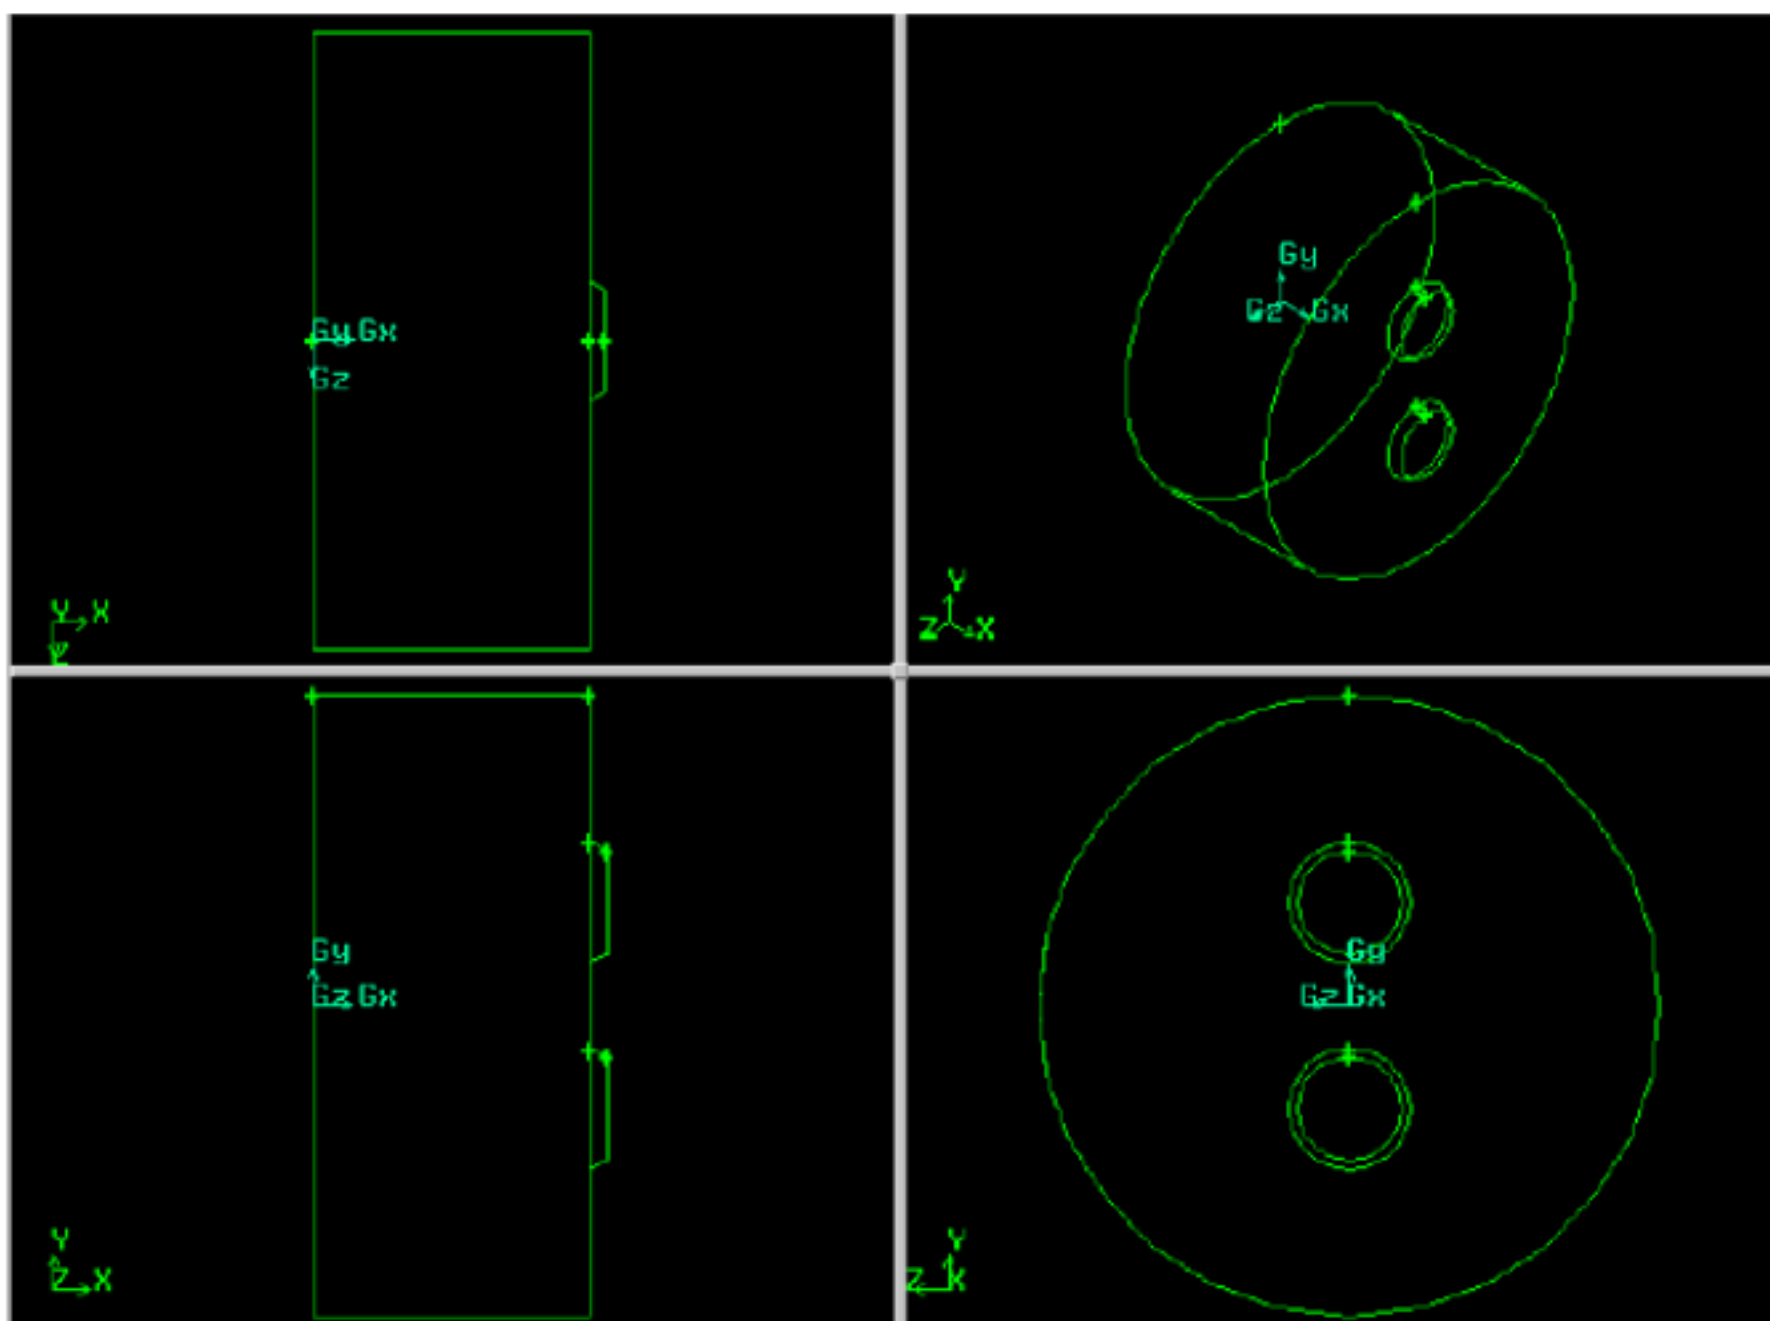

图 11
2. 再创建两个直径为 7, 6, 高 1 的圆台, 并将它们分别沿 Y 方向移动 -6, 6 个单位, 沿 X 方向移动 16 个单位 (见图 11)。在 GAMBIT 中创建的所有几何体的起点都在原点。